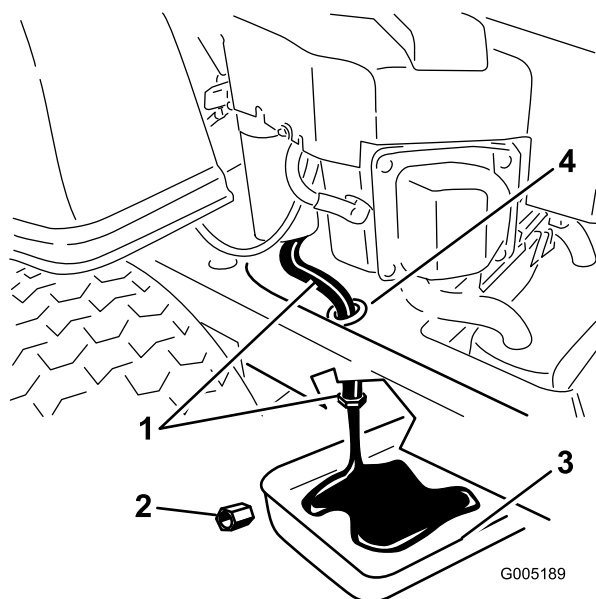

Figure 29
de vidange est fixé à un flexible de vidange acheminé par un orifice de vidange sur le châssis de la machine (Figure 29). Nettoyez autour du bouchon et du flexible de vidange d'huile.
6. Placez un bac de vidange sous la machine, juste sous l'orifice de vidange du châssis, comme illustré à la Figure 29.
7. À l'aide de deux clés (l'une pour tenir le flexible de vidange d'huile et l'autre pour desserrer le bouchon), retirez le bouchon de vidange d'huile (Figure 29).
13. Quand toute l'huile s'est écoulée, remplacez le bouchon de vidange. Serrez le bouchon à 14 Nm. Essuyez l'excédent d'huile (Figure 29).